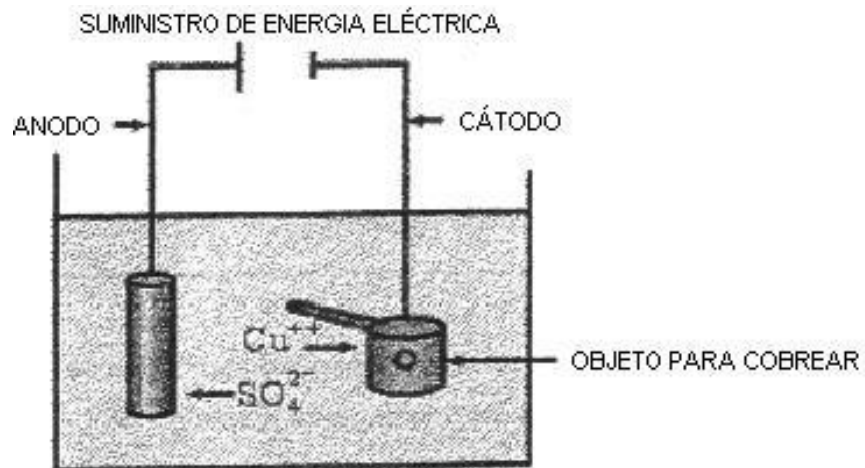

FIGURA No.3
- b) Instalar el equipo como se muestra en la fig. No. 3